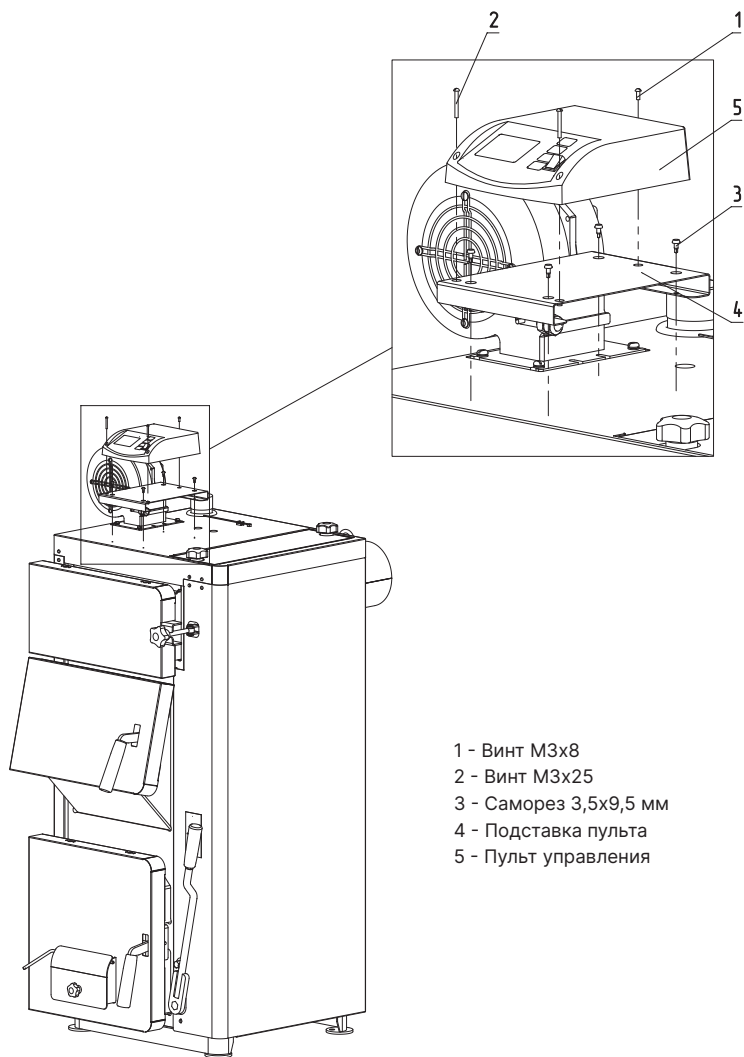

Рис.18 Установка пульта управления на котел ZOTA Magna 15 - 35 кВт
- Закрепить подставку пульта (Рис.18, поз.4) саморезами (Рис.18, поз.3) на верхней части котла;
- На подставку пульта установить пульт управления (Рис.18, поз.5) и зафиксировать его винтами (Рис.18, поз.1, 2).